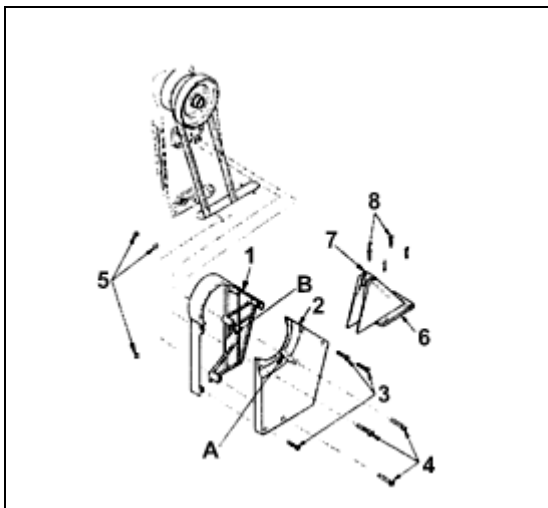

Fig. 34
Aperte as proteções da correia (1) e (2) na cabeça da máquina com os parafusos de proteção da correia (3) e (4) e também com as porcas (5) conforme indicado na Fig. 34. Em seguida, prenda a proteção da correia (6) à mesa com parafusos de madeira (8) certificando-se de que não irão interferir com a proteção das correias (1) e (2) e de modo que a correia V se apoie contra o deslizador da proteção de correia (7) quando a máquina for virada verticalmente em suas dobradiças.